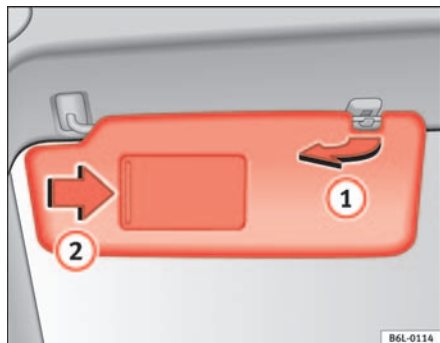

Fig. 63 Parasol del lado del conductor
Los parasoles del conductor y del acompañante pueden extraerse de sus soportes centrales y girarse hacia las puertas ⇒ fig. 63 (1).